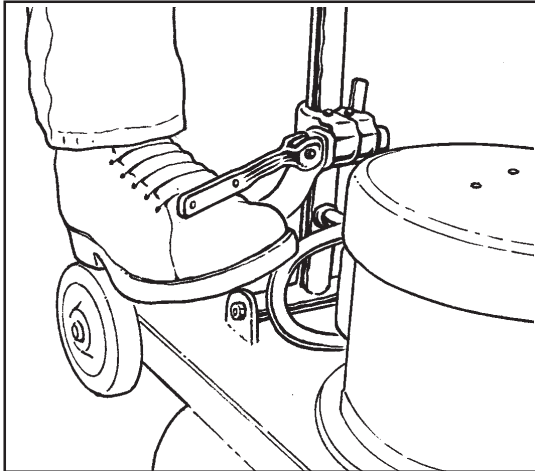

Figure 1
2. To lock the handle, push the locking lever down. See figure 1.
1. The locking lever is on the lower part of the handle tube. Use your foot to lift the lever. See figure 1.
2. Para bloquear la tobera, empuje la palanca de bloqueo (hacia abajo). (Véase fig. 1)
1. La palanca de bloqueo se encuentra en la parte inferior del montante de la tobera. Levante la palanca con el pie. (Véase fig. 1).
2. Pour verrouiller le timon, presser le levier de verrouillage (vers le bas) (Voir fig. 1)
1. Le levier de verrouillage se trouve sur la partie inférieure du montant du timon. Relever le levier avec le pied (Voir fig. 1).